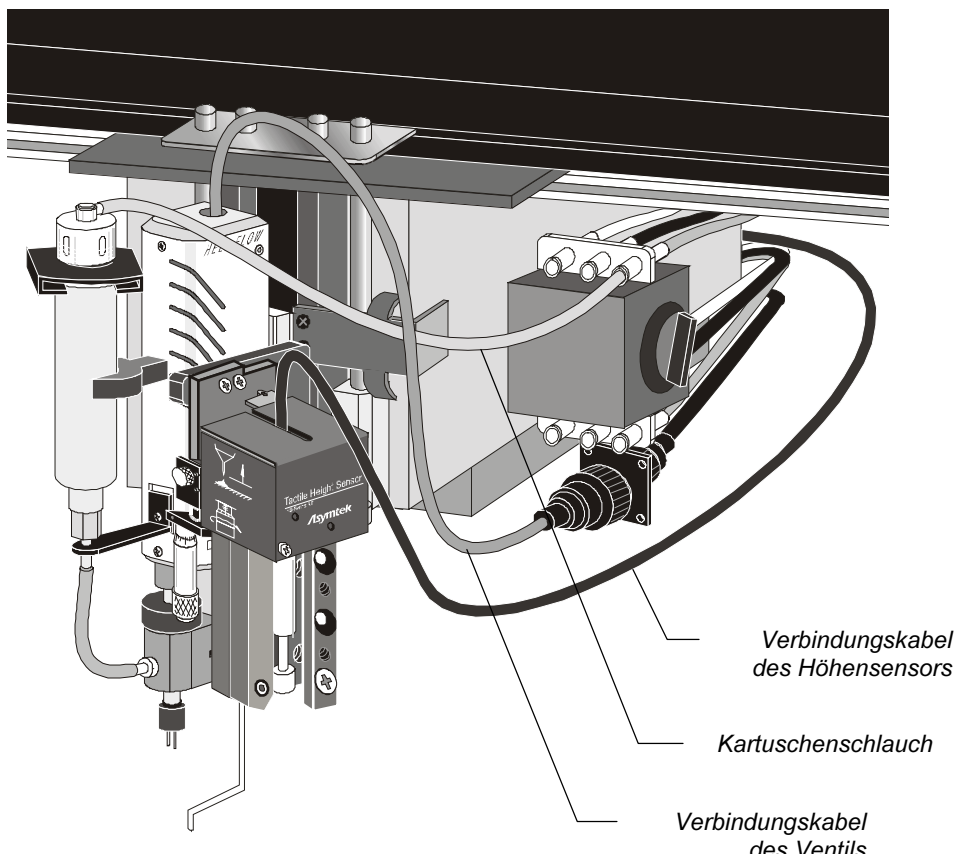

Abbildung 2-5 DV-7000 auf einer C-718-SMT Anlage
| Abbildung 2-5 DV-7000 Ventil auf einer C-718-SMT Anlage | 2-6 |
- ▶ Die Position des Stromsteckers hängt von Ihrer speziellen Dosieranlage ab. Siehe Abbildung 2-5.
- ▶ Je nach Ihrer speziellen Dosieranlage variiert die Position des Anschlußstückes. Siehe Abbildung 2-5.